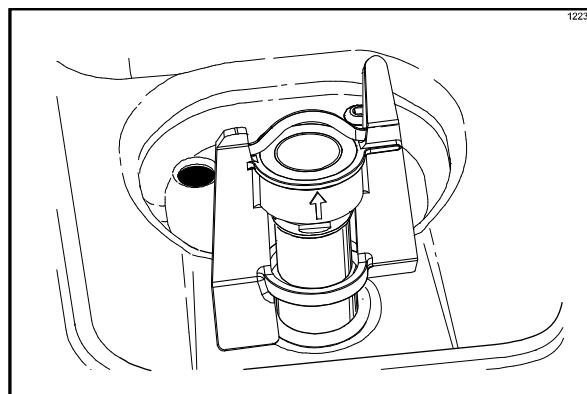

Figura 160
16. Coloque o agitador na caixa do eixo de transmissão. (Veja a Figura 160.)